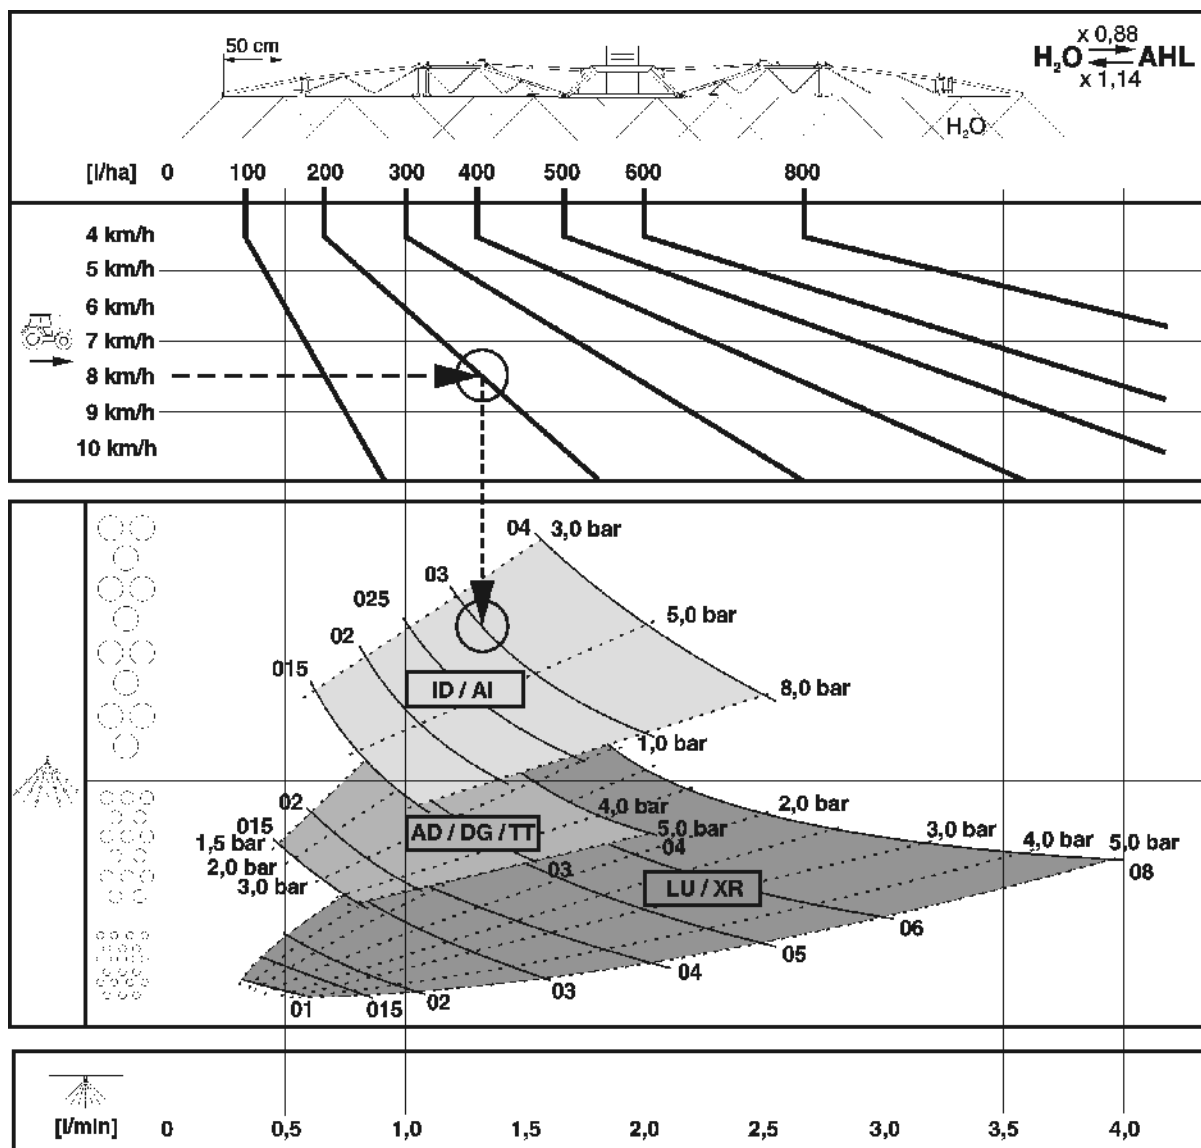

Рис. 155
- Рис. 155 служит для выбора соответствующего типа форсунки. Тип форсунки зависит от